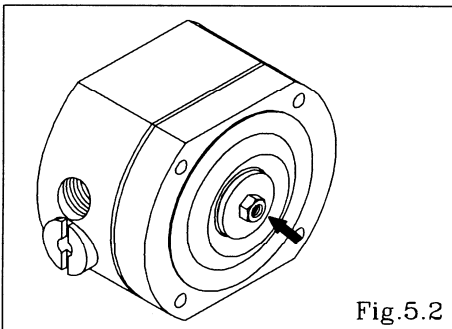

Fig.5.2
- Retire las tuercas de ambos lados del pistón central. [Fig. 5.2]